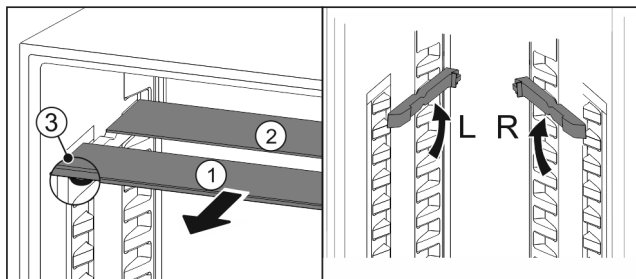

Fig. 168
- Tërhiqni një nga një pllakat e xhamit nga përpara Fig. 168 (1).
- Pllaka e xhamit Fig. 168 (1) me kornizën ndodhet përpara.
- Ndaluesit Fig. 168 (3) janë të drejtuar për poshtë.